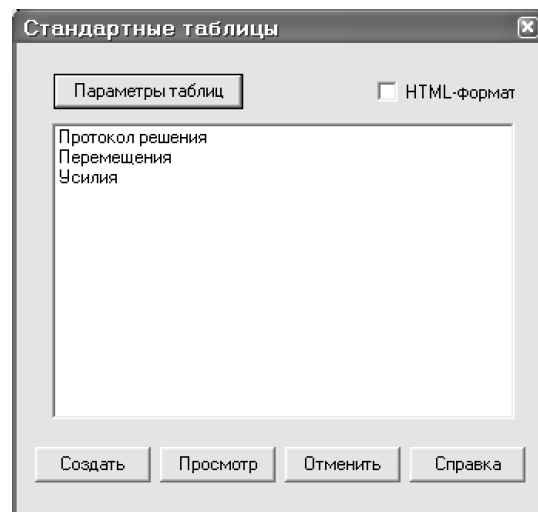

Рис.8.26. Диалоговое окно **Стандартные таблицы**
- После этого в диалоговом окне **Стандартные таблицы** (рис. 8.26) выделите строку **Протокол решения**.